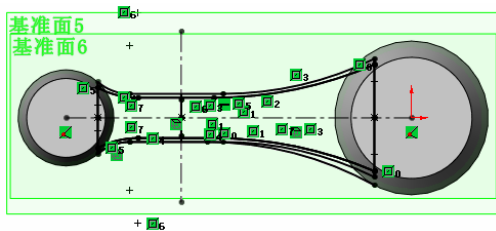

图 4-137 第六条引导线
③⑨ 镜向绘制曲线。按住 Ctrl 键,选取直线、圆弧和中心线,单击“草图”工具栏中的“镜向”按钮,生成第六条引导线,如图 4-137 所示。